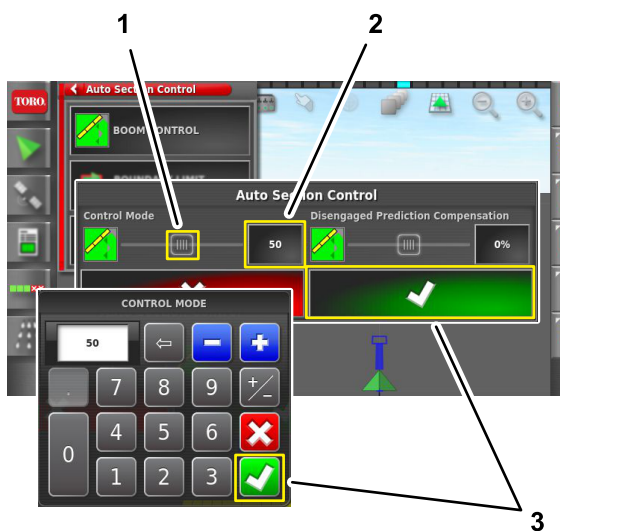

Figura 108
3. Regolate l'impostazione della modalità di controllo (Figura 108) come segue:
- Premete l'icona VALORE, inserite un valore con il tastierino sullo schermo e premete l'icona Conferma (Figura 108).
- Fate scorrere il cursore sullo schermo a sinistra o a destra (Figura 108).